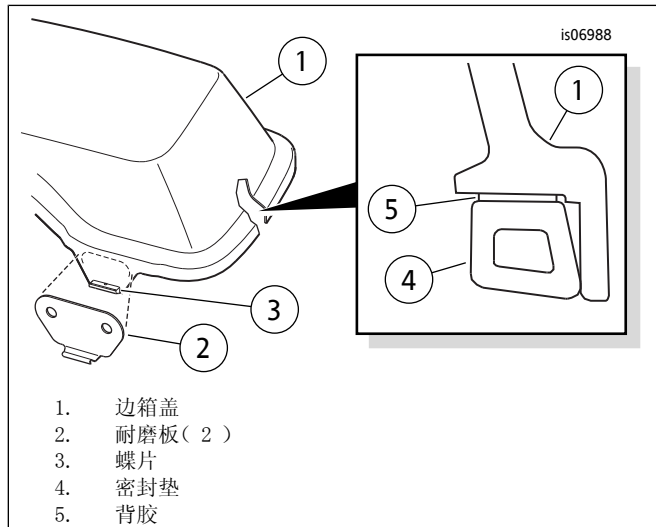

图3. 将耐磨板和密封垫组装至边箱盖
2. 参见图3。去掉一个耐磨板(2)背胶上的衬垫。将耐磨板仔细定位至边箱盖(1)，在螺片(3)上对中，然后用力按压到位。将耐磨板保持在原位不动并继续按压大约一分钟。在盖另一端对第二块耐磨板重复操作。
- 定位密封垫，使高边缘朝向盖的外缘，如图3所示。
4. 逐渐去掉边箱盖密封垫(4)的背胶衬垫(图3:项目5),同时围绕盖内侧一周(1)将密封垫按压到位,如图所示。